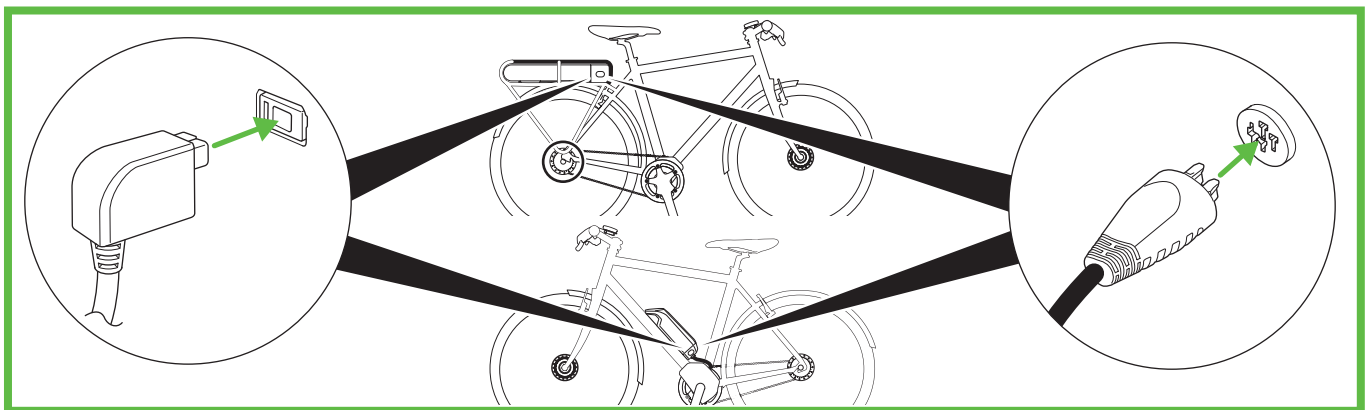

Fig. 2 : Raccorder le connecteur système p. ex. Bosch, Shimano ou autre, selon l'équipement
- ▶ Raccordez le câble correspondant à l'accumulateur du VEL (Abb. 2).